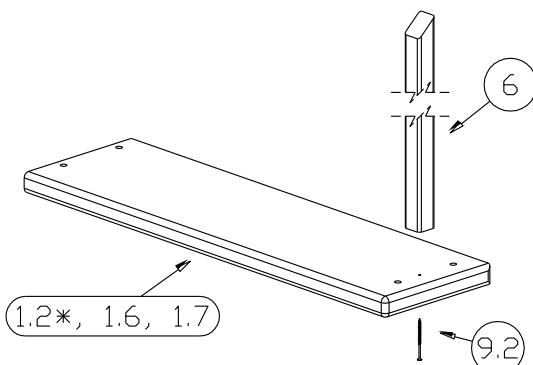

Рис. 1
- 3.3. Последовательность сборки лестницы приведена на рис. 1 - 8.